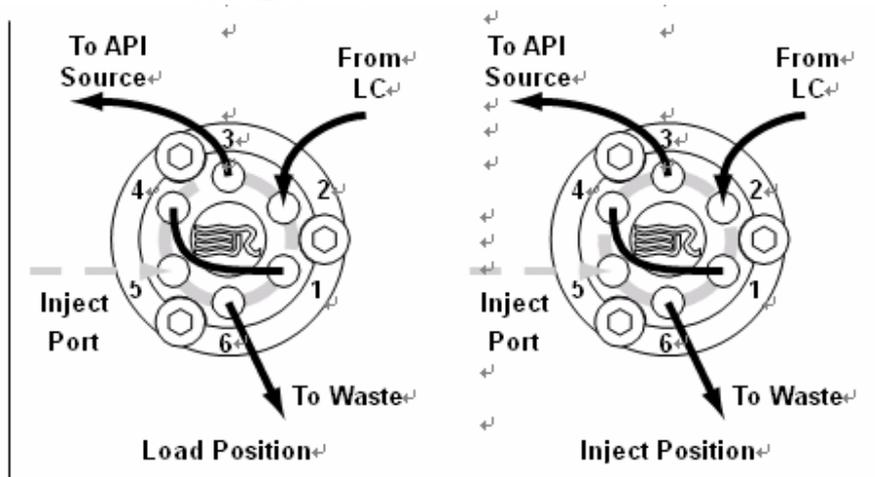

图8-1. 转换/注射阀，图中所示是用loop环注射样品进行分析的正确安装方式和从阀的上样位置到注射位置的液体流向
1. 用一段适合长度的（红色）PEEK管（从转换/注射阀出来的传输线）连接转换/注射阀的孔3位置和APCI 探针的样品入口接头。看图8-1和8-2。